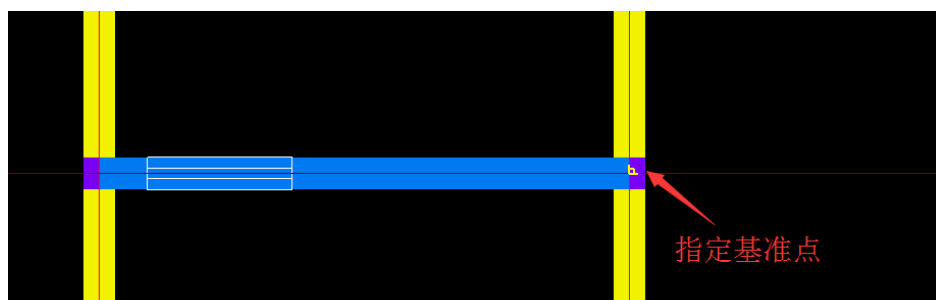

图 2-22 指定基准点
- ② 单击鼠标左键，指定旋转的基准点，移动鼠标，如图 2-22 所示。